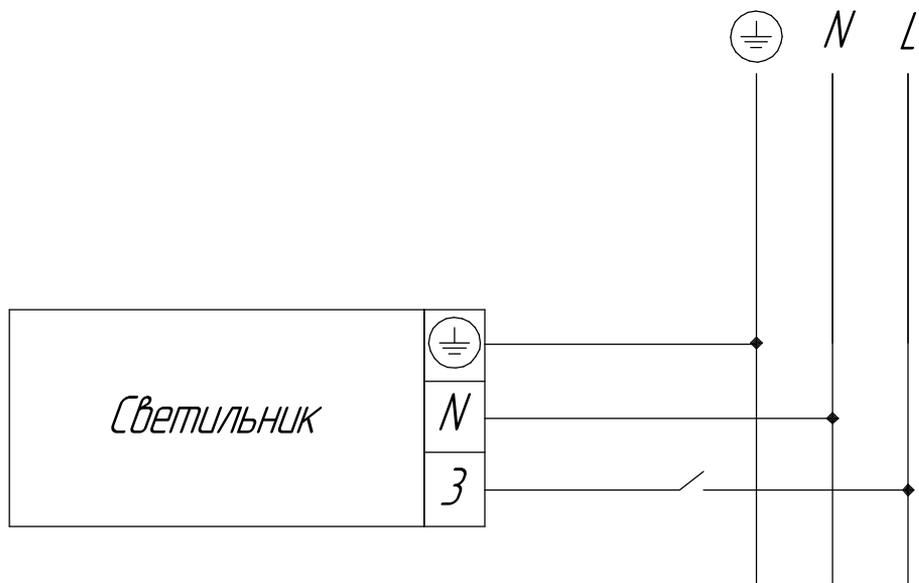

Рисунок 5 - Схема подключения светильника к сети
5.6 Поключите сетевой провод (**в комплект поставки не входит**) в клеммную колодку установленную в светильнике, к сети согласно электрической схеме (рисунок 5,6).